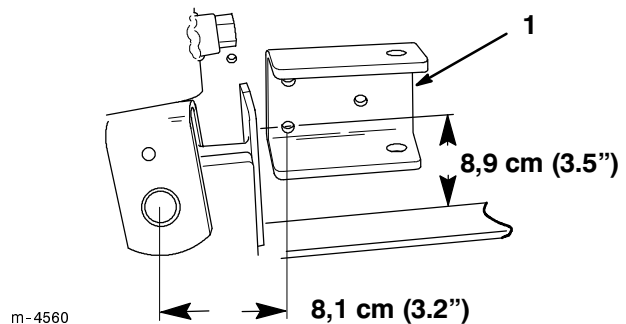

Figura 3
- Alinee la ménsula de la barra lateral tal como se ilustra en la Figura 3 y marque los centros de los tres agujeros (podría ser necesario ajustar ligeramente la posición de la ménsula de forma que ésta y la placa de refuerzo no interfieran con las soldaduras de la unidad de tracción).